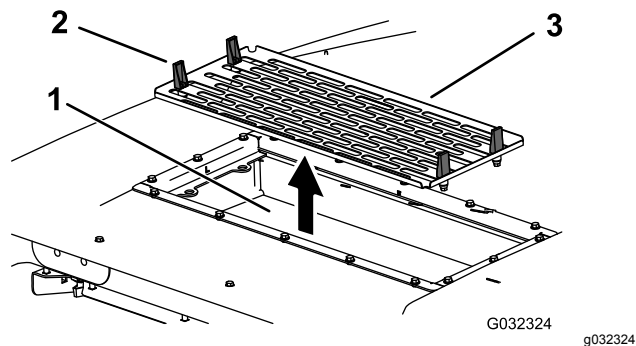

**Figura 119**
- 7. Instale os filtros de ar, painel e conjunto da ventoinha (Figura 118, Figura 119 e Figura 120).
- 8. Ligue o fio de cada uma das ventoinhas (Figura 119).